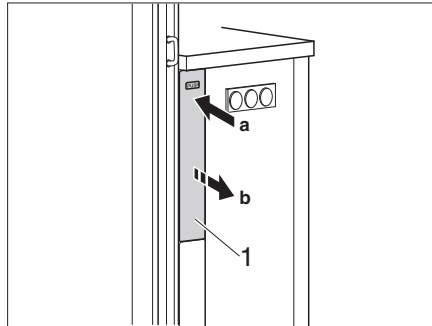

Bild 128 Lossa breddning
- Tryck på skyddet (Bild 128,1) på breddningen. Breddningen lossas.
- Skjut breddningen (Bild 128,1) in i köksbänken tills den hakar fast.